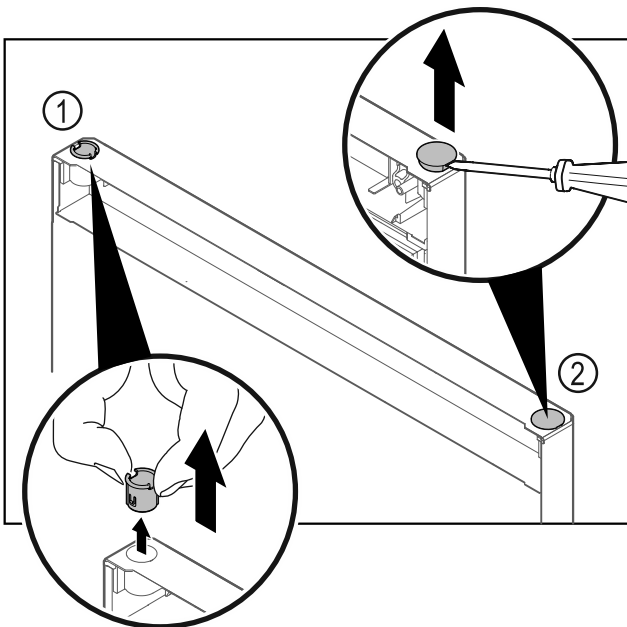

Fig. 25
- ▶ Extraer el casquillo de bisagra Fig. 25 (1) con los dedos.
- ▶ Levantar cuidadosamente el tapón Fig. 25 (2) con un destornillador para tornillos de cabeza ranurada y extraerlo.